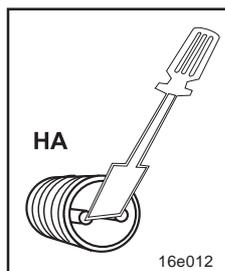

Fig. 4.1
- Pole der Anschlußbuchse mehrmals mit einem kleinen Schraubendreher überbrücken (siehe Fig. 4.1).